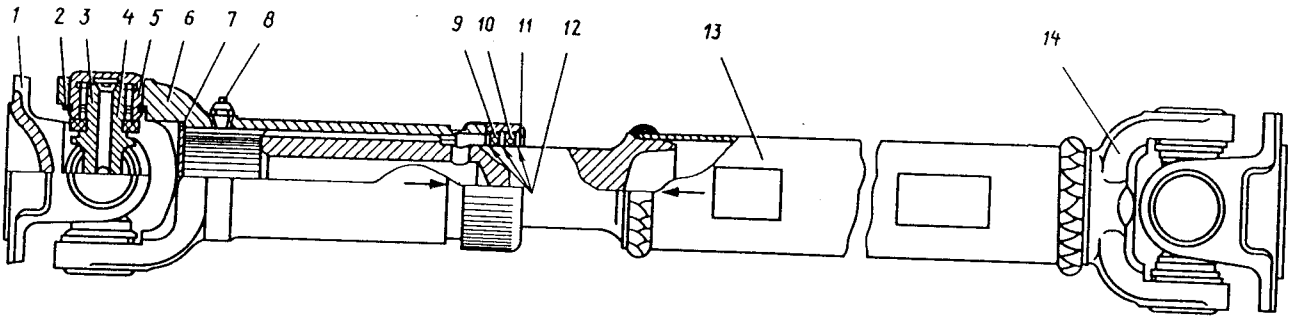

Bild 124. Hintere Gelenkwelle:
Die Übertragung des Drehmomentes auf die Triebachsen erfolgt über offene Gelenkwellen (Bild 124 und 125), jede von welchen eine bewegliche Keilnutenverbindung und zwei Kardangelenke hat.
1. Fassung 11 (s. Bild 124) der Abdichtung der Keilnutenverbindung nach Ausrichten derselben
Keilnutenverbindung der Welle lösen, Ringe 9 (s. Bild 124), 10, 12 und Fassung 11 abnehmen.
1. Fassung 11 (s. Bild 124), Filzring 10, Gummiring 9 und Ringe 12 auf das Keilnutenende aufsetzen.